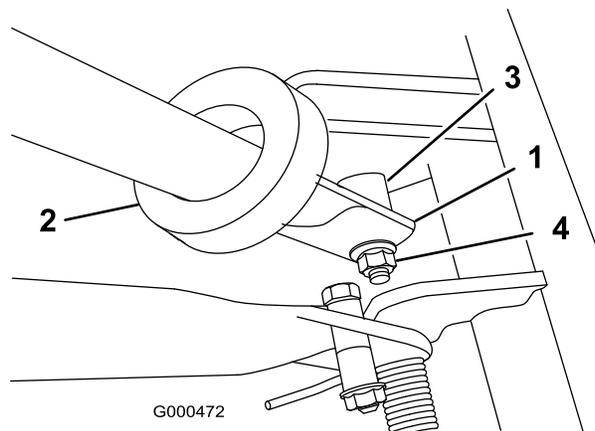

図 8
2. ハンドル・サポート・アームの溝にハンドルを差し込む (図 8)。
3. 左右のハンドル端を内側に押し縮めるようにして、ピボット・ピンの段部に取り付ける (図 8)。
4. フランジ・ロックナットを使って、ハンドルをキャップスクリューとピボット・ピンに固定する (図 8)。